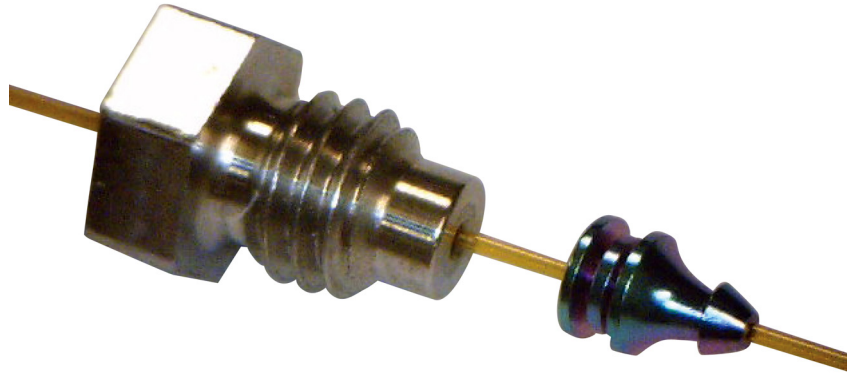

Figura 10. Férrula conectada a la columna y la tuerca interna
- 7 Con una llave de extremo abierto de 1/4 pulgadas, gire la tuerca interna entre 15 y 20 grados más en el sentido de las agujas del reloj para garantizar que la férula está conectada correctamente a la columna. Vea la **Figura 10**.